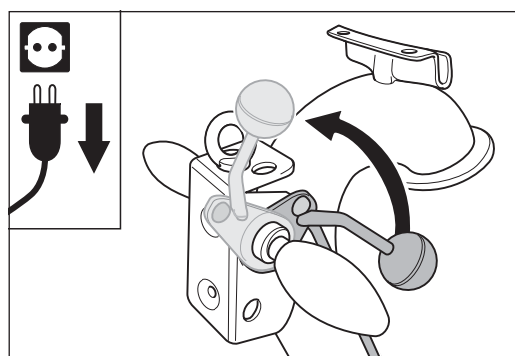

Abb. 62 Den Ablasshebel am Handgriff bis zum Anschlag nach oben ziehen. Dadurch wird die Schleifwalze vom Boden abgehoben.
- 4 Ziehen Sie den Ablasshebel am Handgriff bis zum Anschlag nach oben (Abb. 62). Dadurch wird die Schleifwalze vom Boden abgehoben.